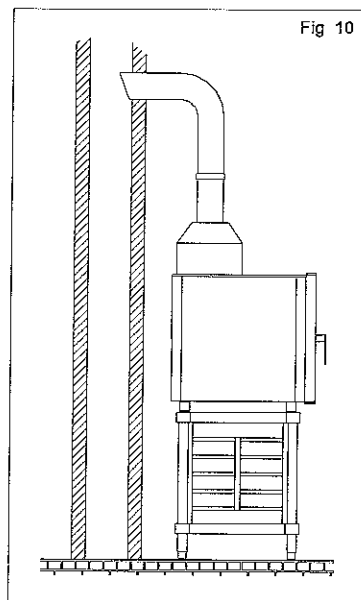

Fig 10
- com uma conduta natural como um cano de chaminé de tiragem natural de segura eficiência para evacuar os produtos da combustão directamente para o exterior (Fig 10). O prosseguimento é realizado para o exterior ou numa chaminé por meio de uma conduta apropriada resistente a uma temperatura de 300°C. Essa intervenção deve garantir que a evacuação dos fumos não seja dificultada por obstruções e/ou pelo comprimento excessivo do tubo de descarga (comprimento máximo 3 m). ATENÇÃO: antes de posicionar o tubo de descarga dos fumos retirar a conexão cilíndrica da chaminé do forno!